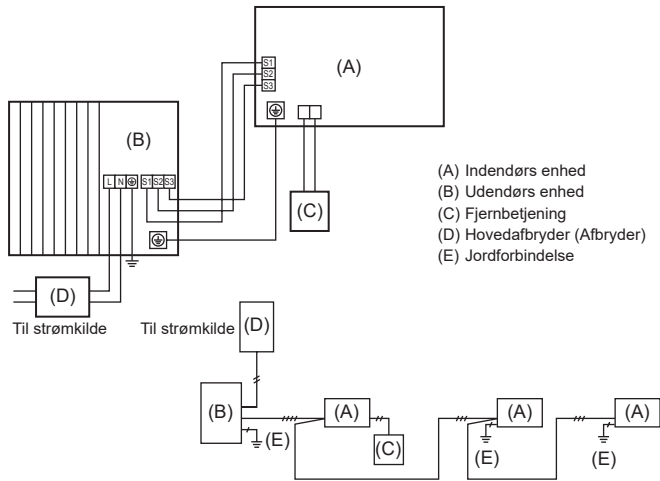
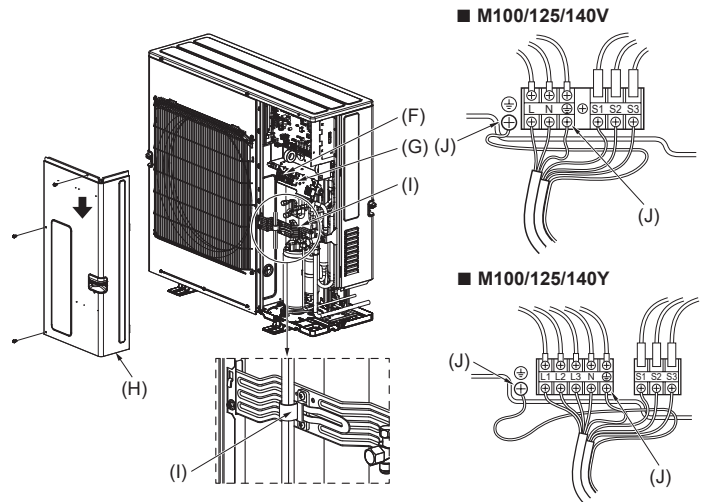

Fig. 6-1
Fig. 6-2
6.1. Udendørs enhed (Fig. 6-1, Fig. 6-2)
- (1) Afmonter servicepanelet.
- (2) Før kablerne som angivet i Fig. 6-1 og Fig. 6-2.